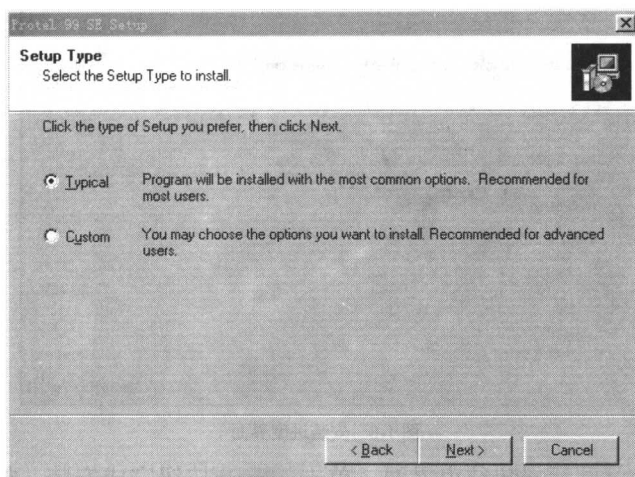

图 1-5 选择安装类型对话框
(4) 单击  按钮，将出现选择安装类型对话框，如图 1-5 所示。其中，Typical 为典型安装，Custom 为定制安装。单击 Typical 左侧的单选框，选择 Typical 典型安装。